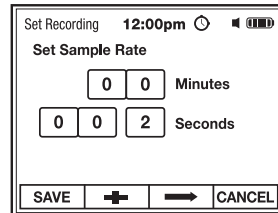
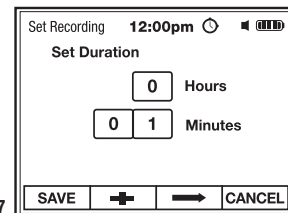

Fig. 6
Fig. 7
3. Ajuste el Rango de Muestra (Fig. 6) y la Duración (Fig. 7)